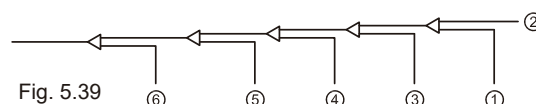

Fig. 5.39
- Spurgare le altre aperture nello stesso modo, procedendo in sequenza dall'unità interna A verso le unità esterne. Cfr. la Fig. 5.39